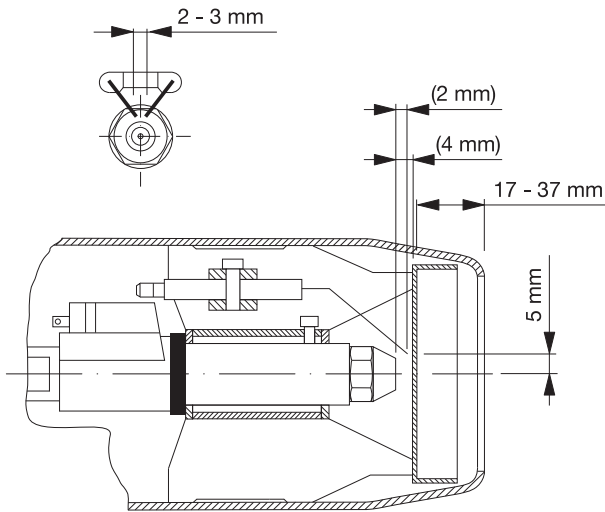

Abbildung 10 / Figure 10
- Abstand zwischen Stauscheibe und Düse (siehe Abb. 10).
- For the distance between baffle plate and nozzle (see fig. 10).
- Ecart entre l'écran réducteur de pression et le gicleur (Cf. fig.10).
- Die Einstellmaße der Zündelektroden sind zu prüfen bzw. einzustellen (siehe Abb. 10).
- The settings of the ignition electrodes are to be inspected and/or re-adjusted (see fig. 10).